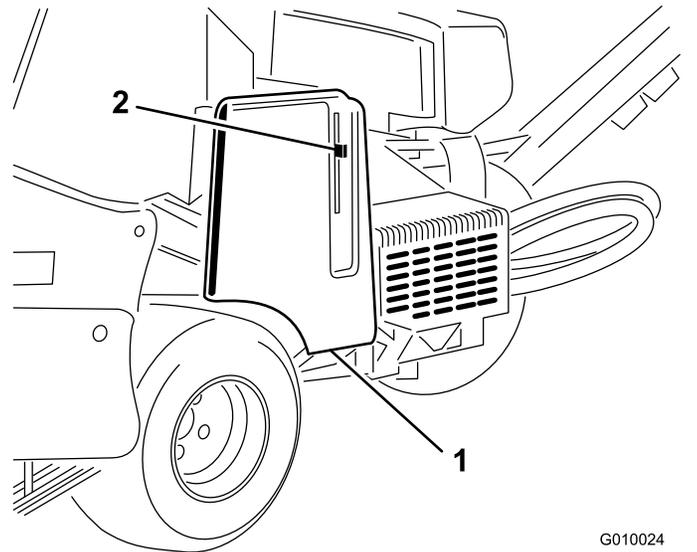

図 17
2. ベルトカバーのラッチを外し、カバーを取り外す(図 17)。